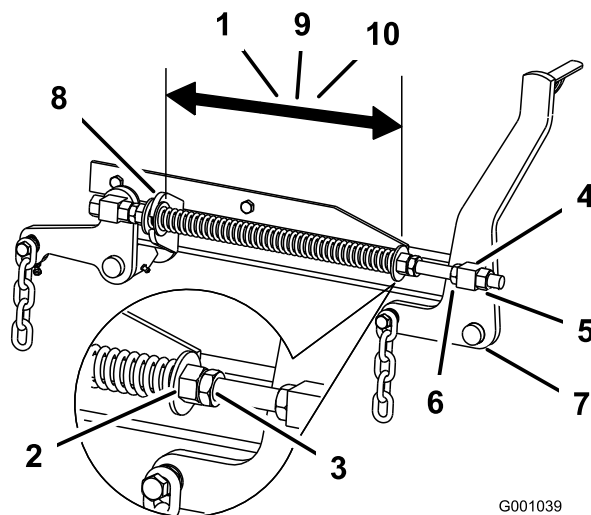

Figura 95
2. Compruebe la distancia entre las dos arandelas grandes, que debe ser de 28.2 cm ( $11\frac{1}{8}$ " ) para carcasas de corte de 132 cm (52" ), de 26.7 cm ( $10\frac{1}{2}$ " ) para carcasas de corte de 152 cm (60" ) o de 29.2 cm ( $11\frac{1}{2}$ " ) para carcasas de corte de 183 cm (72" ) (Figura 95).
3. Ajuste esta distancia aflojando la contratuerca elástica y girando la tuerca que está delante de cada muelle (Figura 95).
4. Fije la tuerca en la posición deseada apretando la contratuerca elástica (Figura 95).